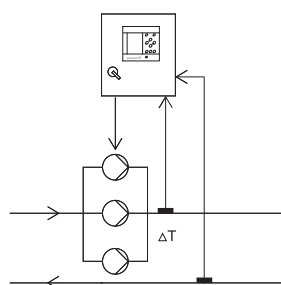

Рис. 20 Перепад температур
- Перепад температуры (два датчика температуры), см. рис. 20.